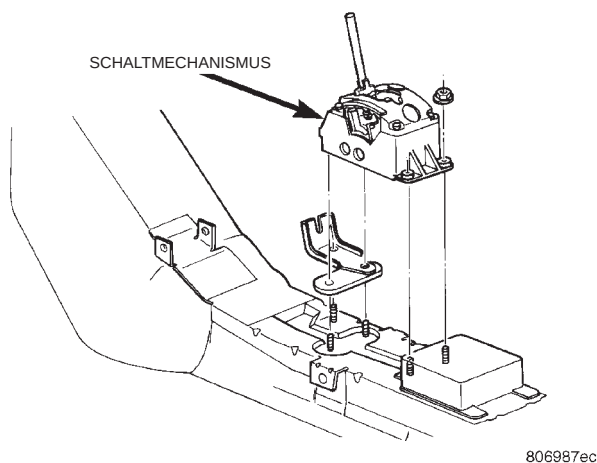

Abb. 8 Schaltmechanismus
(1) Batterie abklemmen und Batteriekabel isolieren.
(2) Gewindestift im Schaltknauf herausdrehen und Schaltknauf abziehen.
(3) Mittelkonsole ausbauen. Siehe Kapitel 23, "Karosserie."
(4) Das Ende des Gangwahlzugs mit der Klinge eines Montierhebels vom Schaltzapfen am Wählhebel abdrücken.
(5) Halteklammer des Seilzugs nach oben vom Schaltmechanismus abhebeln. Gangwahlzug vom Schaltmechanismus abbauen.
(6) Arretierung der Einstellvorrichtung am Seilzug der Wählhebel/Zündschalter-Sperre nach oben hebeln. Den Nippel des Seilzugs aus der Nut im Schaltmechanismus ausrasten. Das Ende der Seilzugseele am Kunststoffexzenter des Schaltmechanismus aushängen.
(7) Muttern am Sockel des Schaltmechanismus abschrauben (Abb. 8). Schaltmechanismus ausbauen.